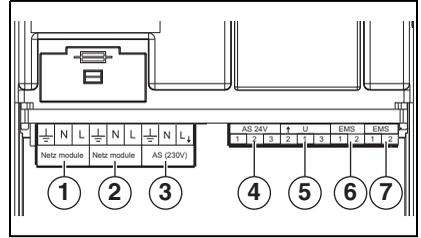
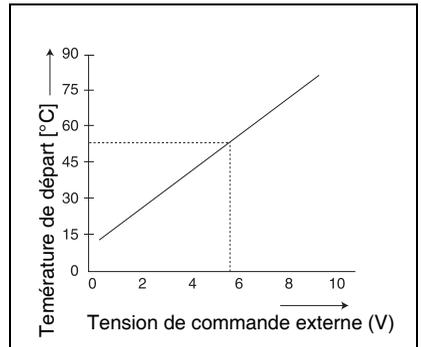

Fig. 2 Raccordements
Fig. 3 Diagramme 0 – 10V
a) Le raccordement AS 24V (→ fig. 2, [4]), il s'agit ici d'un contact inverseur isolé pour basse tension jusqu'à 24 V. Ce signal de défaut peut être lu par un système de gestion automatisée du bâtiment, par exemple.
b) Le raccord AS 230V (→ fig. 2, [3]), celui-ci permet de commander un klaxon ou une lampe d'alarme, par exemple. Dans le cas d'un défaut, ce raccord est sous une tension de 230 VCA.
Le module EM10 peut être utilisé comme interface entre la chaudière et un système de gestion automatisée du bâtiment par exemple. A l'aide d'un signal 0-10 VCC (→ fig. 2, [5]), il est possible de réaliser une commande par la température de départ ou la puissance (→ fig. 3).
Cette régulation est activée lorsque vous pontez les blocs de jonction 1 et 3 (→ fig. 2, [5] et le schéma électrique à la page 47). Le module EM10 transmet le signal 0-10 V à une consigne de puissance. Il s'agit ici d'un rapport linéaire, voir tabl. 2.